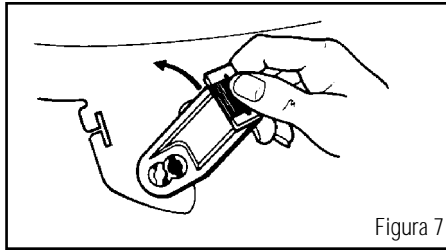

Figura 7
1. Gire la clave de suspensión 90° en cualquier dirección hasta que el agujero de la clave de suspensión esté en línea con el poste en la cinta para la cabeza. Tire la clave alejándola de la cinta para la cabeza (Figura 7).
3. Gire la clave de suspensión 90° hacia la cinta para la cabeza hasta que la clave se trabe en su lugar (Figura 7).